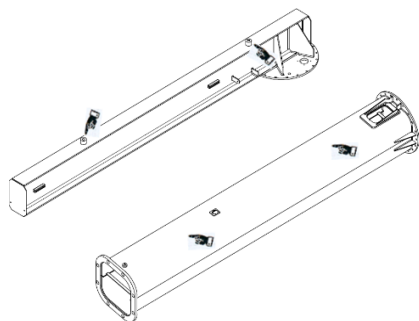

fig. 11
- Las partes de carpintería de la grúa giratoria (columna y brazo), por lo general, se suministran con embalaje; en las columnas se encuentran los puntos de enganche para facilitar su manipulación durante las operaciones de instalación (fig. 11).